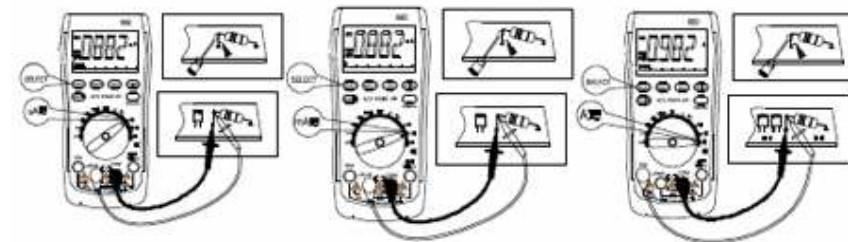

図 10-1
- 黒い測定コードを COM 端子に、赤い測定コードを μ A mA 端子、または 10A 端子に差し込んでください（図 10-1）。